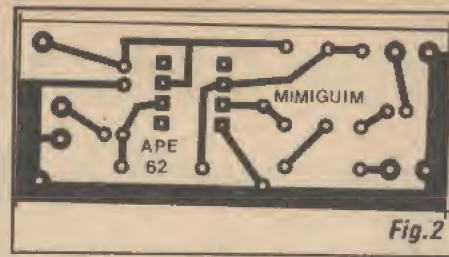

Fig.2
- FIG. 2 - LAY OUT DO CIRCUITO IMPRESSO ESPECÍFICO - Pequeno e simples, o circuito impresso específico para a montagem do CABANC é de realização muito fácil, mesmo considerando que o caro leitor/hobbysta possa ser ainda um iniciante... O padrão cobreado (visto em negro, na figura...) encontra-se em tamanho natural (escala 1:1), podendo então ser diretamente carbonado, sem problemas... Devido à presença do integrado, com suas *perninhas* muito próximas umas das outras (consequentemente, com as ilhas respectivas muito *amontoadinhas* e pequenas...), recomenda-se o uso de decalques apropriados, ácido-resistentes, na traçagem (embora nada impeça que um hobbysta mais cuidadoso realize a dita traçagem com tinta/caneta apropriada...). Todas as *velhas recomendações* quanto à elaboração de circuitos impressos devem ser levadas em conta pelo realizador, inclusive no que diz respeito à rigorosa conferência final, importantíssima para a prevenção e eliminação de erros, lapsos, falhas ou *curtos*, ainda *antes* de se começar a inserção e soldagem dos componentes... Ao principiante, recomendamos uma leitura atenta às **INSTRUÇÕES GERAIS PARA AS MONTAGENS**, seção permanentemente encartada em APE, onde *importantes* subsídios práticos, dicas e informações complementares a respeito são encontradas...
- FIG. 2 - LAY OU DO CIRCUITO IMPRESSO ESPECÍFICO - A placa do impresso é pequena e simples, na sua configuração de ilhas e pistas cobreadas, conforme mostra o diagrama de traçagem (tamanho natural...), na figura... Observar que três das bordas da placa encontram-se cercadas por uma barra de terra mais larga, que funciona como blindagem geral, ajudando na prevenção contra a captação de zumbidos ou interferências... Embora *descomplicado* no seu padrão, e também pouco *congestionado*, o impresso deve ser confeccionado com todos os cuidados já exaustivamente descritos em matérias anteriormente vistas em APE... Pela *enésima* vez, lembramos que da perfeição do circuito impresso depende **mu**ito o sucesso de *toda e qualquer* montagem eletrônica... Em circuitos de áudio, que trabalhem com sinais de nível muito reduzido, submetidos a amplificação de elevado ganho (como é o caso do MIMIGUIM...), tais cuidados devem ser redobrados...! Aos principiantes recomendamos buscar subsídios extras nas **INSTRUÇÕES GERAIS PARA AS MONTAGENS** (encarte permanente de APE...), sempre *lá*, para ajudar nas dúvidas, fornecer *dicas* e lembrar os *esquecidinhos*...